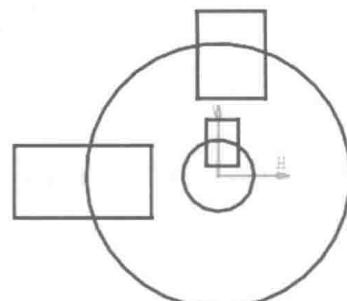

图 2.2 草图轮廓
Step2. 选取 xy 平面作为草绘平面，绘制图 2.2 所示的轮廓。
**快速修剪** 命令；选取图 2.2 所示的修剪部分，修剪后的图形如图 2.3 所示。